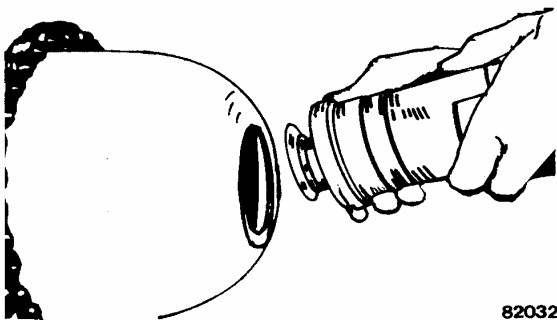

FIGURA 3-19. DESMONTAJE DE LA LUMBRERA HIDRAULICA
8. Saque la lumbrera hidráulica de la estructura como se muestra en la Figura 3-19.